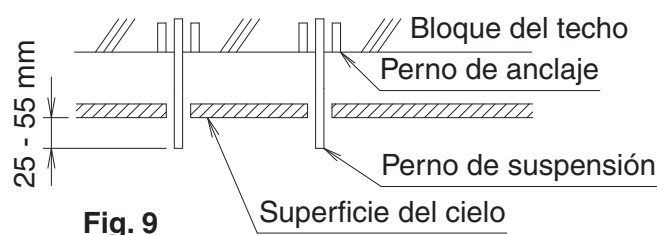

Fig. 9
(4) Instale los pernos de suspensión.
- Previamente ajuste la longitud del perno de suspensión en relación con el techo. **(Refiérase a la Fig. 9)**
- Las partes que se muestran en la **Fig. 9** deben adquirirse por separado.